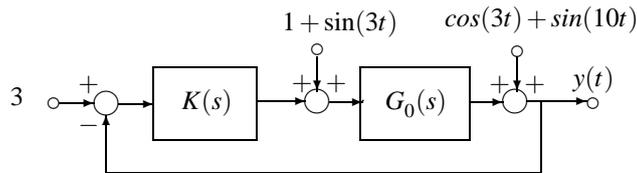

Figura 1: Sistema de control de un grado de libertad
- 10%** (a) La salida $y(t)$ en el sistema de la Figura 1 tenderá asintóticamente al valor 3 si el controlador $K(s)$ estabiliza internamente el lazo y además
- 10%** (b) Un lazo de control como el de la Figura 1, será internamente estable para una planta $G_0(s)$ propia y estable si y sólo si
- 15%** (c) Un lazo de control como el de la Figura 1 con $G_0(s) = \frac{1}{s-p}$, $p > 0$, será internamente estable para